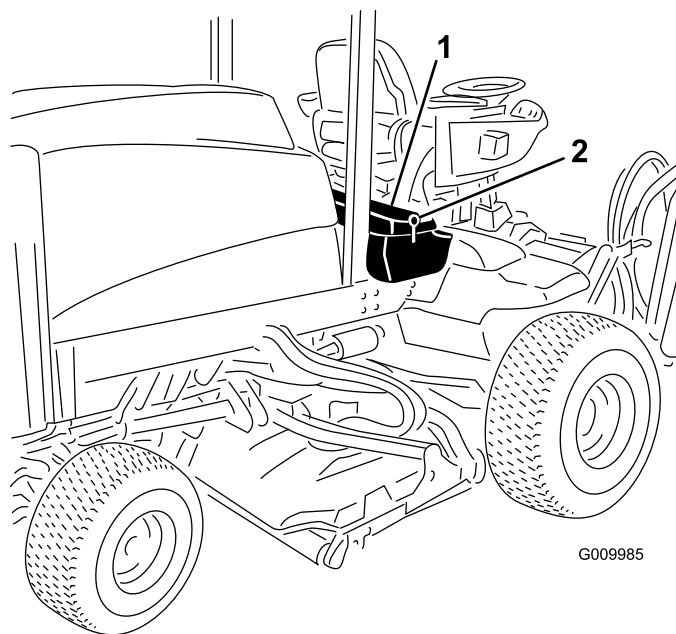

図 60
1. 運転席のコンソールパネルのラッチを外して持ち上げる図 60。